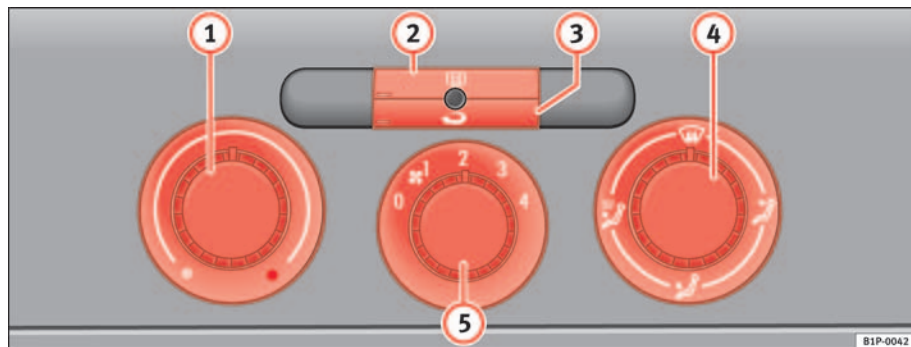

Fig. 106 Mandos de la calefacción en el tablero de instrumentos
- Con los reguladores ⇒ fig. 106 (1) y (4) y con el mando (5) se regula la temperatura, la distribución del aire y la velocidad de la turbina.
- Pulse la tecla (2) o (3) para activar o desactivar la función correspondiente. Cuando la función está activa, la ventana situada en la esquina inferior izquierda de la tecla se ilumina.